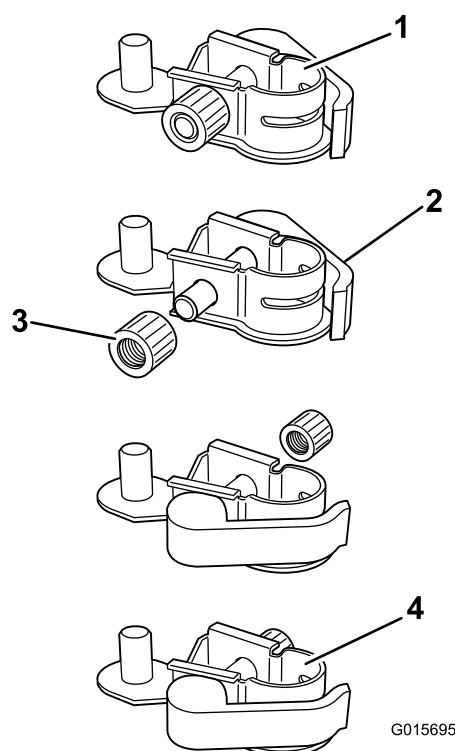

Figura 3
- Desaperte e retire a porca de bloqueio de um dos conectores (Figura 3).
- Retire o braço do grampo do conector e volte a inserir no lado oposto (Figura 3).
- Instale a porca de bloqueio previamente removida no borne do braço do grampo apenas o suficiente para prender a porca no borne (Figura 3).